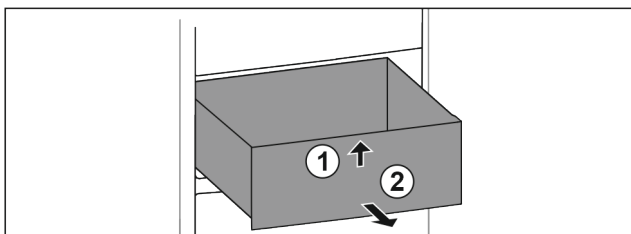

Fig. 97
- ▶ Sollevare il cassetto dal davanti. Fig. 97 (1)
- ▶ Rimuovere il cassetto tirandolo in avanti. Fig. 97 (2)